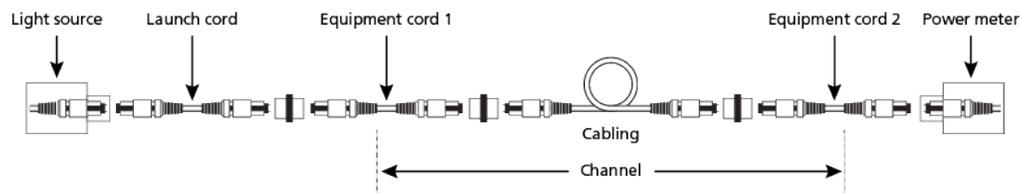

Figura 14. Mida la atenuación del canal
4. Conecte el LSPM, el cable de lanzamiento y los cables del equipo (ver la figura 14).